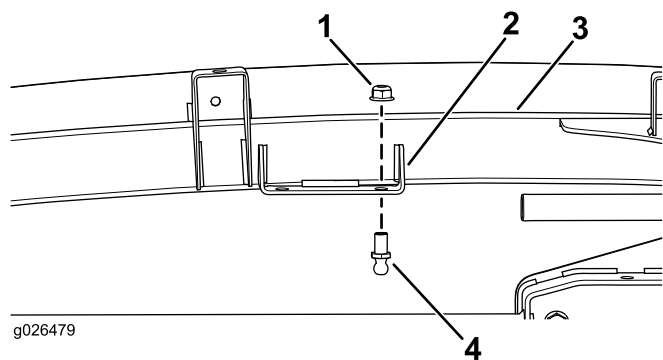

Figura 1
1. Inserte el espárrago con bola a través del taladro trasero del soporte del bastidor de la cabina, e instale la contratuerca (5/16 pulgada) en el espárrago con bola (Figura 1).